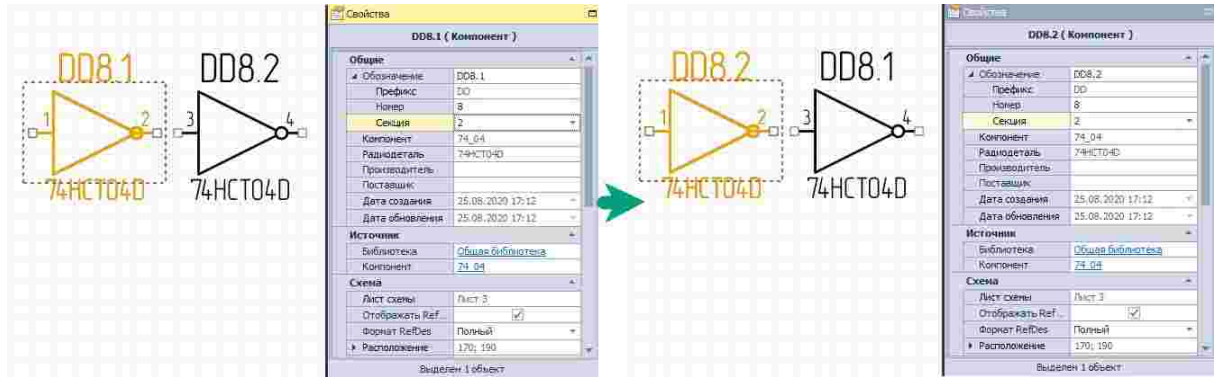

Рис. 196 Своппинга размещенных секций компонента
2. В панели «Свойства» -> поле «Общие» -> пункт «Номер» -> подпункт «Секция» впишите номер секции, на которую необходимо произвести замену, Рис. 196. Номер компонента оставьте без изменений.